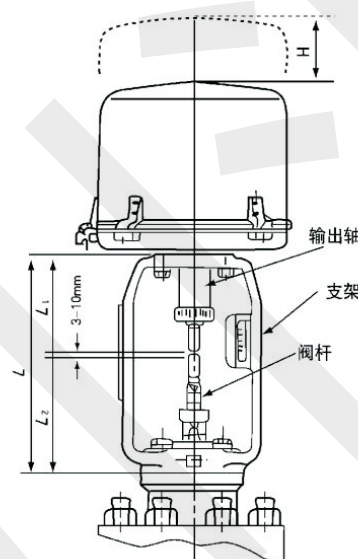

图5
5.1 由于执行器的配线、调整及检查维护等工作需要拆卸护罩，因此在安装时，执行器顶部应留有一定的空间(见图5),应留空间尺寸H见表2
5.3 执行器通过支架和调节阀联结后，用开合螺母连接输出轴和阀杆时，输出轴的下端与阀杆的上端之间应留有 3 ~ 10mm 距离（见图5）。